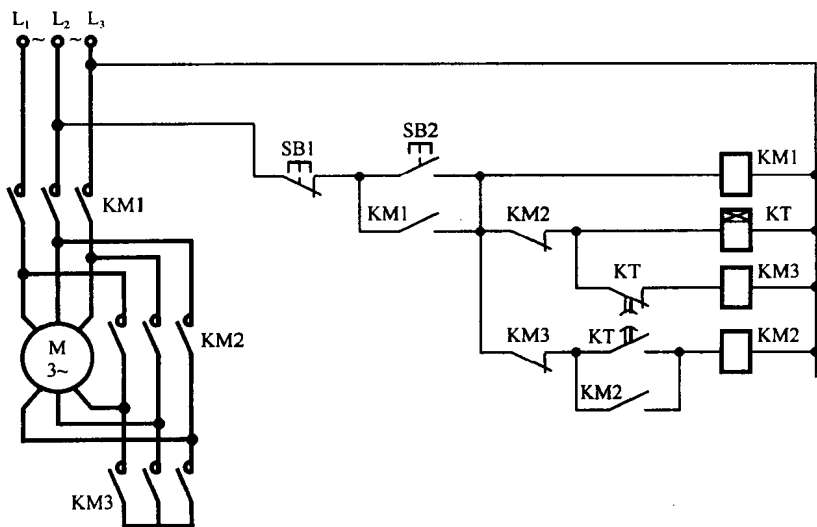

图 14.1.2
1. 试说明图 14.1.2 的控制功能(是什么控制电路), 并分析其工作原理(过程)。
- 图 14.1.2 所示电路是异步电动机的 Y— $\Delta$  降压启动控制电路。其工作过程如下: